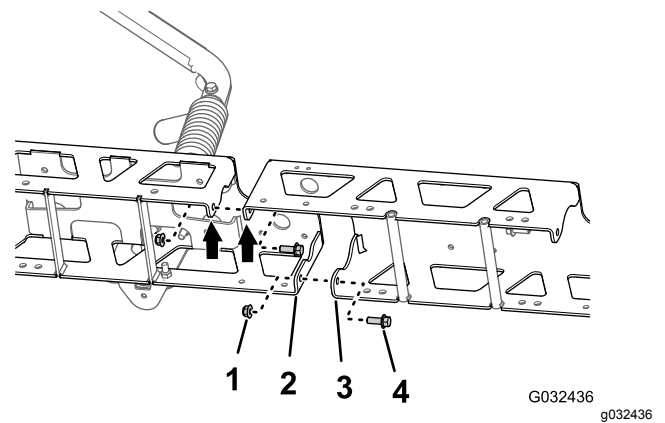

Bild 54
2. Befestigen Sie die mittlere Auslegersektion mit den zwei Bundkopfschrauben (3/8" x 1") und den zwei Sicherungsbundmutter (3/8"), die Sie in Schritt 1 in Entfernen der Träger des mittleren Sprühabschnitts \(Seite 28\) entfernt haben, lose am Trägersrahmen (Bild 54).
3. Fluchten Sie die Löcher in den vertikalen Flanschen der mittleren Auslegersektion mit den Löchern im anderen Trägersrahmen aus (Bild 54).
4. Befestigen Sie die mittlere Auslegersektion mit den zwei Bundkopfschrauben (3/8" x 1") und den zwei Sicherungsbundmutter (3/8") vom Finishingkit für das GeoLink-Sprühsystem (Bild 54) lose an dem anderen Trägersrahmen (Bild 54).
1. Fluchten Sie die Löcher in den vertikalen Flanschen der mittleren Auslegersektion mit den Löchern im Trägersrahmen aus (Bild 54).